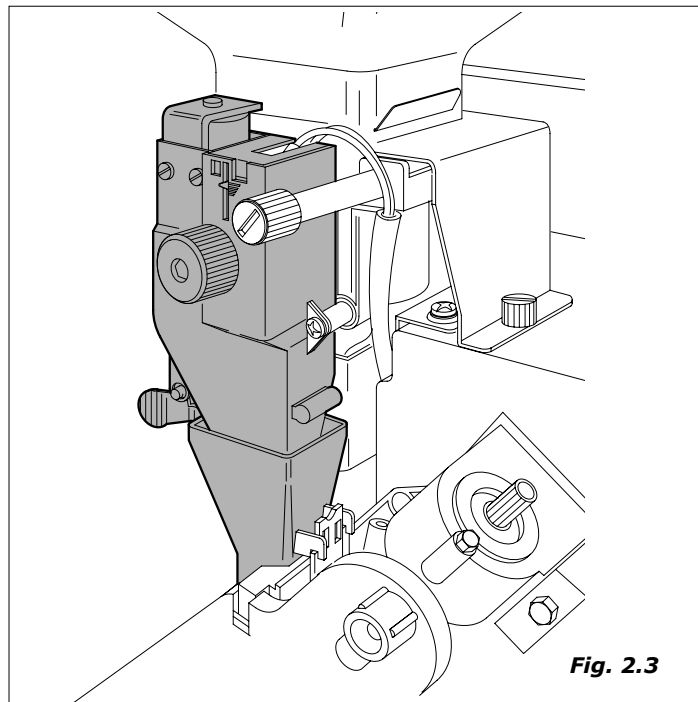

Fig. 2.3
- Se activa el molinillo hasta moler la dosis de café ajustada en el dosificador (Fig.2.3)